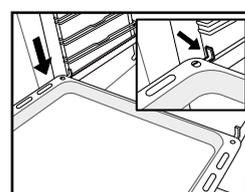

Fig. 5
5. Coloque os acessórios na corrediça (Fig. 5, 6).